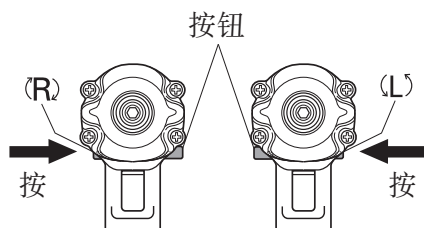

图 17
按下按钮的 L 侧, 钻头则以你时针方向旋转。(请参照图 17) (机身上有 L (L) 和 R (R) 标志)